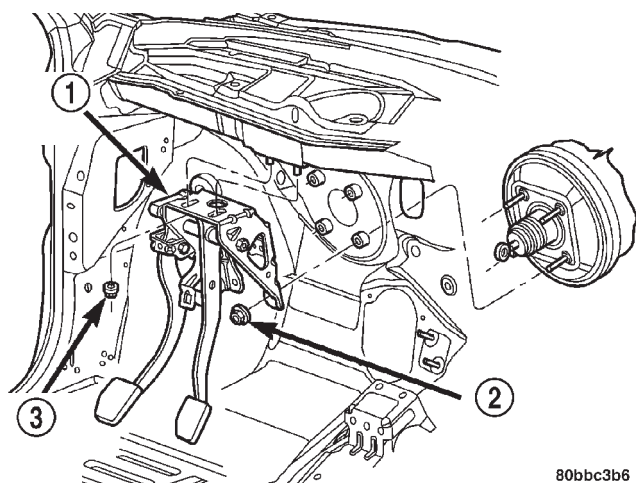

Fig. 11 Instalación del pedal de freno
(4) Retire el conmutador de la luz de freno. (Consulte el grupo 8 ELECTRICO/LUCES/ILUMINACION - EXTERIOR/CONMUTADOR DE LUZ DE FRENO - DESMONTAJE).
(5) Retire el collarín que asegura la varilla de entrada del reforzador del servofreno en el pedal de freno. Retire la varilla de entrada del pedal de freno.
(6) Retire las dos tuercas superiores que fijan el soporte del pedal de freno en el reforzador del servofreno (Fig. 11).
(7) Mediante un movimiento de palanca separe cuidadosamente la barra de acoplamiento situada entre los dos pernos de instalación superiores del reforzador de sus dispositivos de fijación de plástico.
(8) Retire las dos tuercas restantes que fijan el soporte del pedal de freno en el reforzador del servofreno (Fig. 11).
(9) Si el vehículo está equipado con frenos antibloqueo, empuje cuidadosamente hacia adelante el reforzador del servofreno hasta que éste contacte con el soporte de instalación de la ICU del ABS.
(10) Si el vehículo no tiene frenos antibloqueo, empuje cuidadosamente unos 25 a 50 mm (1 a 2 pulgadas) hacia adelante el reforzador del servofreno teniendo cuidado de no estirar los conductos de freno que van del cilindro maestro a los frenos.
(11) Retire las dos tuercas que fijan el soporte del pedal de freno en el soporte del tablero de instrumentos (Fig. 11).
(12) Retire cuidadosamente el conjunto del pedal de freno desplazando el soporte del pedal hacia atrás, en dirección al tablero de instrumentos, soltando el soporte de los espárragos del reforzador. A continuación, incline el soporte hacia abajo más allá de la varilla de entrada, guiando la varilla a través del espacio libre dejado por el soporte retirado en el paso 8. Retire el conjunto del pedal de freno por debajo del tablero de instrumentos.
(13) El pedal puede retirarse de su soporte esmerilando el extremo martillado del eje, retirando el eje, el pedal y los casquillos. Para reparar estos componentes hay disponible un paquete de piezas de servicio.
(5) Retire el collarín de sujeción que fija la varilla de entrada del reforzador del servofreno en el pedal de freno. Retire la varilla de entrada del pedal de freno.
(6) Retire las cuatro tuercas que fijan el soporte del pedal de freno en el reforzador del servofreno (Fig. 11).
(7) Retire las dos tuercas que fijan el soporte del pedal de freno en el soporte del tablero de instrumentos (Fig. 11).
(8) Retire el conjunto del pedal de freno.
(9) El pedal puede retirarse de su soporte esmerilando el extremo martillado del eje, retirando el eje, el pedal y los casquillos. Para reparar estos componentes hay disponible un paquete de piezas de servicio.
(1) Si el pedal ha sido desmontado de su soporte, instale el pedal, casquillos y el eje empernado en el soporte utilizando el paquete de piezas de servicio disponible.
(2) Instale el conjunto del pedal de freno inclinando el soporte del pedal y guiando el tramo de instalación del reforzador del servofreno hacia arriba más allá de la varilla de entrada del reforzador. Guíe la parte superior del soporte sobre los espárragos que sobresalen del soporte del tablero de instrumentos (Fig. 11) y, a continuación, guíe el tramo de instalación del reforzador sobre los pernos de instalación del reforzador del servofreno.
(3) Empuje el reforzador del servofreno nuevamente dentro de su posición desde debajo del capó.
(4) Instale las dos tuercas que fijan el soporte del pedal de freno en el soporte del tablero de instrumentos (Fig. 11). Instale completamente las tuercas, pero no las apriete en este momento.
(5) Instale las dos tuercas de instalación inferiores del reforzador del servofreno, pero no las apriete en este momento.
(6) Coloque la barra de acoplamiento situada entre los dos espárragos de instalación superiores del reforzador sobre los espárragos con el lado plano largo mirando hacia arriba y el lado curvado hacia abajo.
(7) Instale las dos tuercas de instalación superiores del reforzador del servofreno en sus pernos.
(8) Apriete las cuatro tuercas que fijan el soporte del pedal de freno en el reforzador del servofreno con una torsión de 34 N·m (300 lbs. pulg.).
(9) Apriete las dos tuercas que fijan el soporte del pedal de freno en el soporte del tablero de instrumentos con una torsión de 34 N·m (300 lbs. pulg.).
(10) Instale la varilla de entrada del reforzador del servofreno en el pasador montado en el lateral del pedal de freno. Instale un collarín de retención nuevo en el extremo del pasador. No vuelva a utilizar el collarín antiguo.
(2) Instale el conjunto del pedal de freno sobre los pernos que sobresalen hacia abajo del soporte del tablero de instrumentos y el reforzador del servofreno (Fig. 11).
(3) Instale las dos tuercas que fijan el soporte del pedal de freno en el soporte del tablero de instrumentos (Fig. 11). Instale completamente las tuercas, pero no las apriete en este momento.
(4) Instale las tuercas de instalación del reforzador del servofreno. Apriete las cuatro tuercas que fijan el soporte del pedal de freno en el reforzador del servofreno con una torsión de 34 N·m (300 lbs. pulg.).
(5) Apriete las dos tuercas que fijan el soporte del pedal de freno en el soporte del tablero de instrumentos con una torsión de 34 N·m (300 lbs. pulg.).